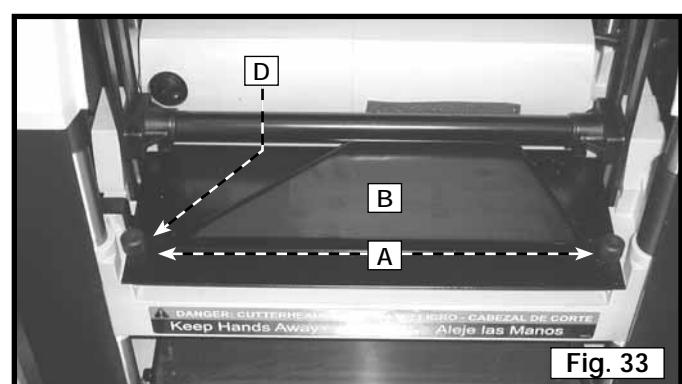

Fig. 33
- Après avoir posé les deux couteaux, enfoncez le dispositif de verrouillage du porte-lame (D) fig. 33. Mettre le dispositif de protection du porte-lame en position, sur le dispositif de verrouillage du porte-lame. Insérer le dispositif de protection en le glissant aussi loin que possible. Remettre les deux vis (A) fig. 3, retirées à l'ÉTAPE 3.